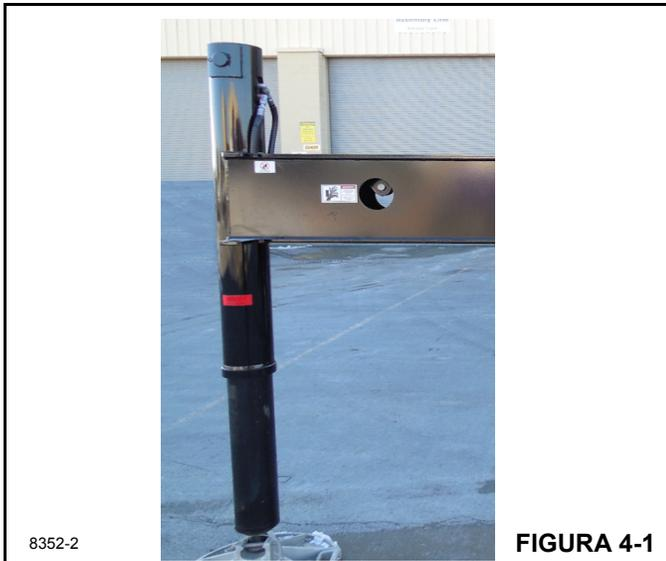

FIGURA 4-1
1. Extienda y ajuste los estabilizadores completamente. Consulte la (Figura 4-1).